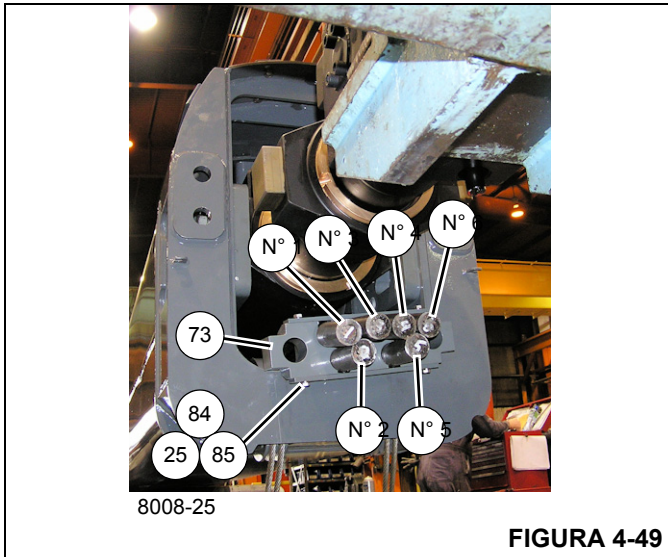

FIGURA 4-49
78. Asegurándose de no cruzar los cables, instale los dos cables de extensión de la sección telescópica 3 (150), etiquetados 2 y 5, en la placa de anclaje (73) y fíjelos en su lugar utilizando la cubierta de placa (84), los dos pernos (85) y las dos arandelas de seguridad (25) (vea la Figura 4-49).
79. Asegurándose de no cruzar los cables, instale los cuatro cables de extensión de la sección telescópica 3 (150), etiquetados 1, 3, 4 y 6, en la placa de anclaje (73) y fíjelos en su lugar utilizando la cubierta de placa (84), los dos pernos (85) y las dos arandelas de seguridad (25) (vea la Figura 4-49).